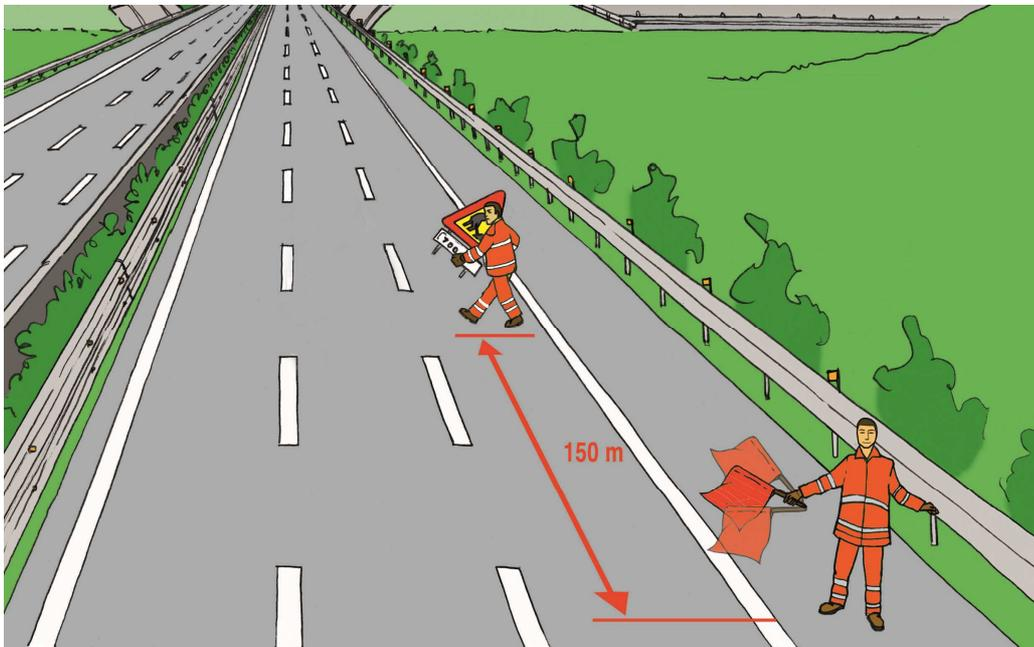

Fig. 3
- *L'attraversamento, per portare i segnali in spartitraffico, deve essere effettuato tenendo il segnale o la lanterna o i supporti sul lato destro del corpo al fine di evitare il possibile effetto vela e mostrando al traffico il lato con la pellicola rinfangente; (vedi fig. 3)*